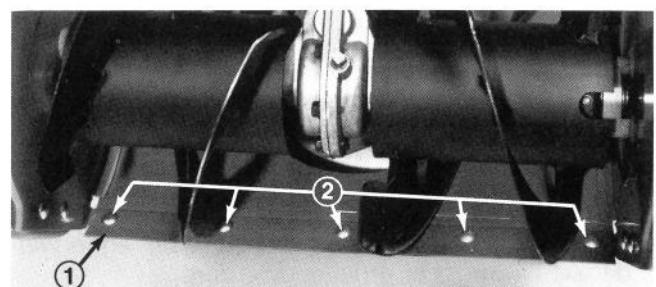

Abb. 28
2. Beide Kufen so einstellen, dass zwischen Unterkante Räumgehäuse und Boden 3 mm Abstand besteht. Die Bundmuttern fest anziehen, wenn die Kufen richtig eingestellt sind. Prüfen, ob die Schürfleiste unten am Räumgehäuse (Abb. 28) steht. Um die Schürfleiste nachzustellen, zuerst die 5 Bundschrauben lösen, die Schürfleiste ausgleichen und die Schrauben wieder festziehen. Die Schürfleiste sollte parallel zur waagrechten Bodenfläche stehen.